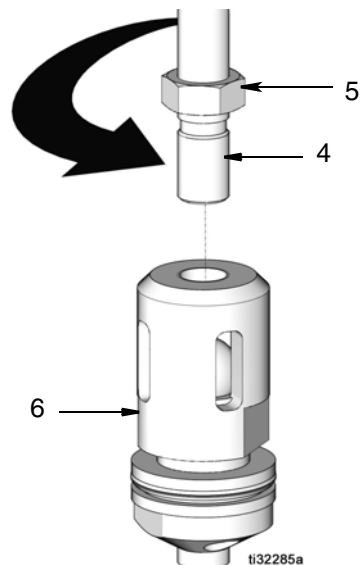

图 10
9. 松开螺母 (5) 并从连接杆 (4) 上拧下阀门外壳 (6)。(图 10)。